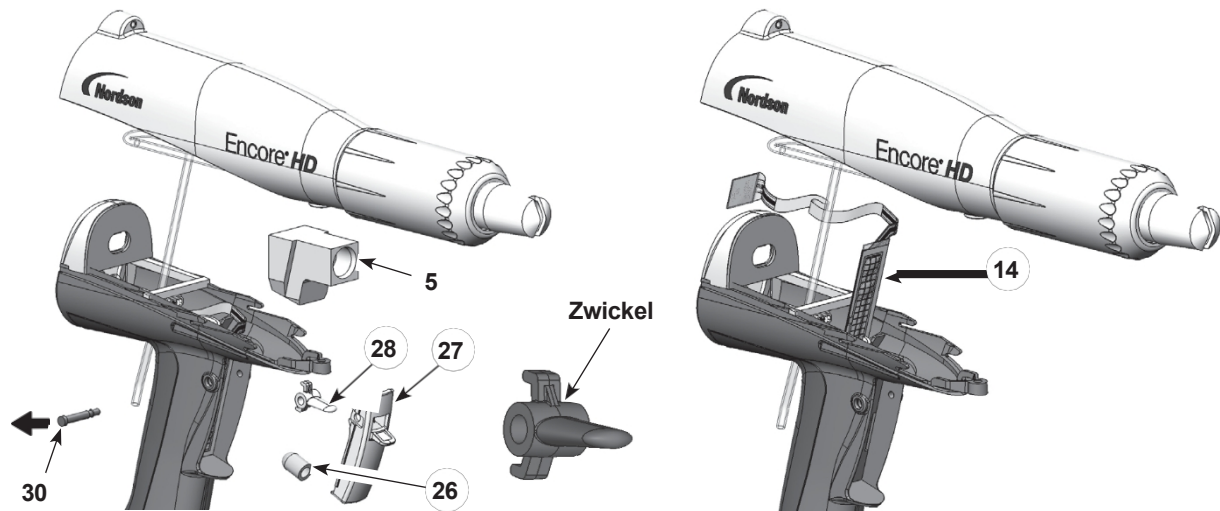

Abbildung 17 Auslöser Austausch des Schalters
1. Siehe Abbildung 17. Richten Sie den neuen Schalter (14) so aus, dass das Gitter zur Vorderseite der Pistole zeigt, und führen Sie dann das quadratische, untere Ende des Schalters vorsichtig durch den Schlitz im Griff.
4. Bauen Sie den Spülabzug (28) in den Sprühabzug (27) ein, wobei der Zwickel wie abgebildet nach oben zeigen muss. **Installieren Sie den Spülabzug nicht verkehrt herum.**
5. Positionieren Sie die Auslöser im Griff und halten Sie sie fest, während Sie die Achse (30) durch den Griff und die Auslöser drücken, bis der Kopf der Achse mit dem Griff bündig ist. Die Achse rastet ein, wenn sie ordnungsgemäß installiert ist.